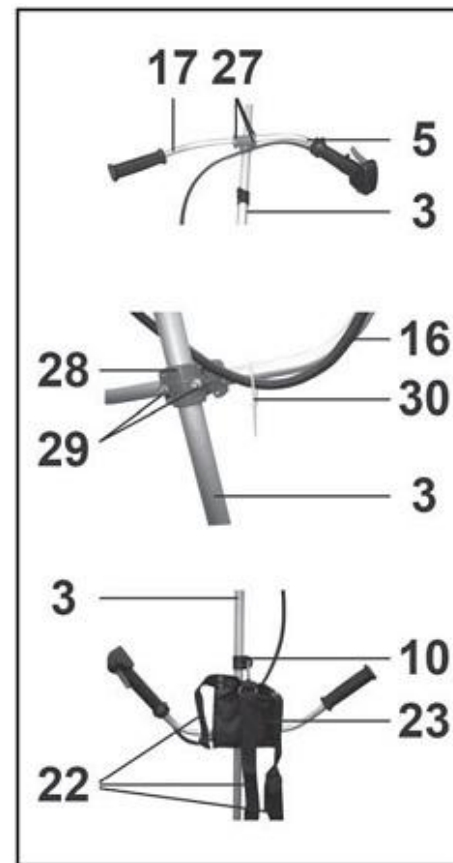

Рис. 4
### 6.2. Установка ручек и наплечного ремня, Рис. 4
6.2.1. Как показано на Рис. 4, установите и четырьмя винтами закрепите рукоятки (5 и 17) в накладке (28).